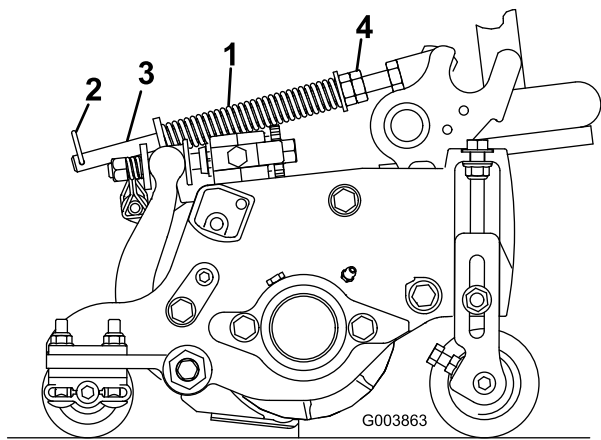

Figura 14
La molla di compensazione del manto erboso (Figura 14) trasferisce inoltre il peso dal rullo anteriore a quello posteriore, per contribuire a ridurre l'ondulazione del manto erboso, detta anche fluttuazione o bobbing.
1. Verificate che la coppiglia sia montata nel foro posteriore dell'asta della molla (Figura 14).
- Serrate i dadi esagonali sulla parte anteriore dell'asta della molla fino a ridurre la lunghezza compressa della molla a 12,7 cm sugli elementi di taglio da 12,7 cm del Reelmaster 5410, oppure a 15,9 cm sugli elementi da 17,8 cm del Reelmaster 5510; fate riferimento alla Figura 14.